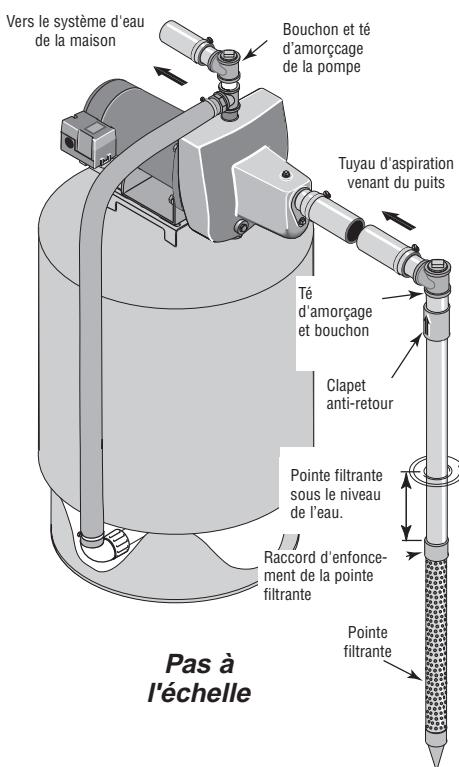

Figure 1 : Installation avec une pointe filtrante
INSTALLATION DE LA POINTE FILTRANTE (Figure 1)
- 3 ° Utiliser le moins possible de raccords (en particulier des coude) lorsque l'on branche la tuyauterie de la pointe filtrante sur l'orifice d'aspiration de la pompe. Le diamètre du tuyau d'aspiration doit être au moins aussi grand que le diamètre de l'orifice d'aspiration de la pompe (y compris le clapet anti-retour si la pompe n'en comporte pas un - voir la Figure 1). Supporter le tuyau de façon qu'il ne soit pas cintré afin qu'il n'exerce pas de contraintes sur le corps de la pompe; de plus, il doit être légèrement incliné vers le haut, du puits jusqu'à la pompe (les points hauts risquent de causer des poches et des bouchons d'air dans la pompe). Rendre étanches les raccords du tuyau d'aspiration avec du ruban teflon ou une pâte pour raccords filetés à base de teflon. Les raccords doivent être étanches à l'air et à l'eau. *Si le tuyau d'aspiration aspire de l'air, la pompe ne pompera pas l'eau du puits.* Si une pointe filtrante ne fournit pas suffisamment d'eau, considérer brancher deux ou trois pointes filtrantes sur un même tuyau d'aspiration.